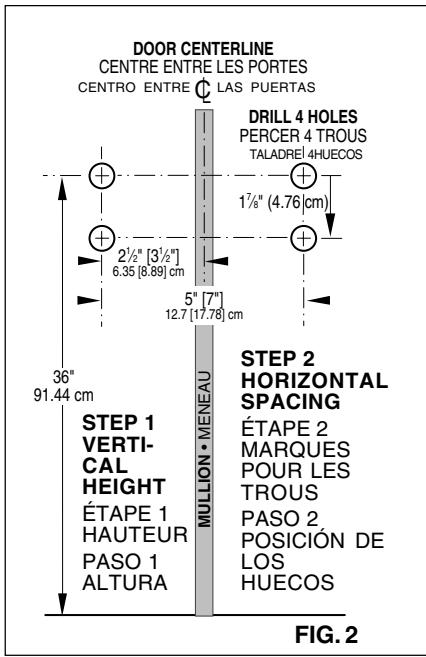
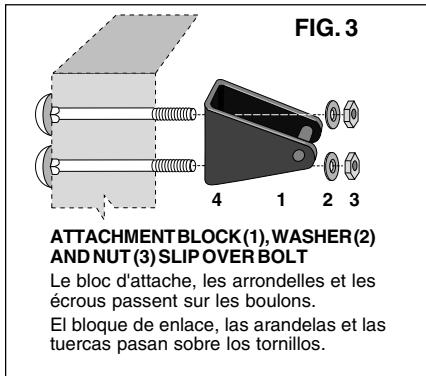

FIG. 2
FIG. 3
STEP 1 • Set Vertical Height • Using the tape measure and pencil, put a mark 36" from the floor on the inside edge of both doors (**Fig. 2**).
STEP 2 • Set Horizontal Spacing • The hook centers define the attachment block positions on the doors. From the center of the door measure 2 $\frac{1}{2}$ " (for 5" hook centers) or 3 $\frac{1}{2}$ " (for 7" hook centers) each direction and make lines crossing those made in Step 1 (**Fig. 2**).
STEP 4 • Assemble • Using the small triangular file, file holes on the **outside** surface of the door to allow the square shaft of step bolt to slide easily into hole. Insert the step bolt into the $\frac{5}{16}$ -inch hole from the outside of the door. Slide attachment block, lock washer, and hex nut over step bolt (**Fig. 3**).
ÉTAPE 1 • Utilisant un mètre à ruban et un crayon, marquer une ligne 91.44 cm au-dessus du plancher sur le côté intérieur de chaque porte (**Fig. 2**).
Du centre entre les portes mesurer 2 $\frac{1}{2}$ " (6.35 cm.) (crochets à 5" ou 12.7 cm.) centre-à-centre) ou 3 $\frac{1}{2}$ " (8.89 cm.) (crochets à 7" ou 17.78 cm.) dans chaque direction et faire des lignes qui croisent celles de l'Étape 1 (**Fig. 2**). Ces marques correspondent exactement aux trous des blocs d'attache
ÉTAPE 4 • Utilisant la petite lime triangulaire, limer les trous sur la surface **extérieure** de la porte pour permettre au cou carré du boulon de glisser facilement dans le trou. Insérer les boulons dans les trous de $\frac{5}{16}$ " (.79 cm.) du côté extérieur de la porte. Glisser les blocs d'attache; ensuite glisser les rondelles et les écrous hexagonaux sur les boulons dans l'intérieur de la porte (**Fig. 3**).
PASO 1 • Usando la cinta métrica y el lápiz haga una línea 36" (91.44 cm.) por encima del piso sobre el lado interior de cada puerta (**Fig. 2**).
PASO 2 • La distancia entre los ganchos centro a centro define la posición de los bloques de enlace. En cada dirección del espacio entre las puertas mide precisamente $2\frac{1}{2}$ " (6.35 cm.) (ganchos de $\frac{1}{2}$ " ou 12.7 cm centro a centro) o $3\frac{1}{2}$ " (8.89 cm.) (ganchos de 7" ou 17.78 cm.) y haga marcas verticales que travesan aquellas hechas en el Paso 1. Usando una escuadra haga un segundo par de marcas $1\frac{7}{8}$ " (4.76 cm.) abajo de la primeras (**Fig. 2**). Estas marcas corresponden exactamente a los huecos en los dos bloques de enlace ilustrados en la **Fig. 3**.
PASO 4 • Usando la lima triangular lime los huecos sobre la superficie **exterior** de la puerta para que permita el cuello de los tornillos a pasar suavemente en los huecos. Pase los tornillos en los huecos del exterior de la puerta; pase un bloque de enlace sobre cada par de tornillos; pues pase una arandela y una tuerca sobre cada tornillo (**Fig. 3**).